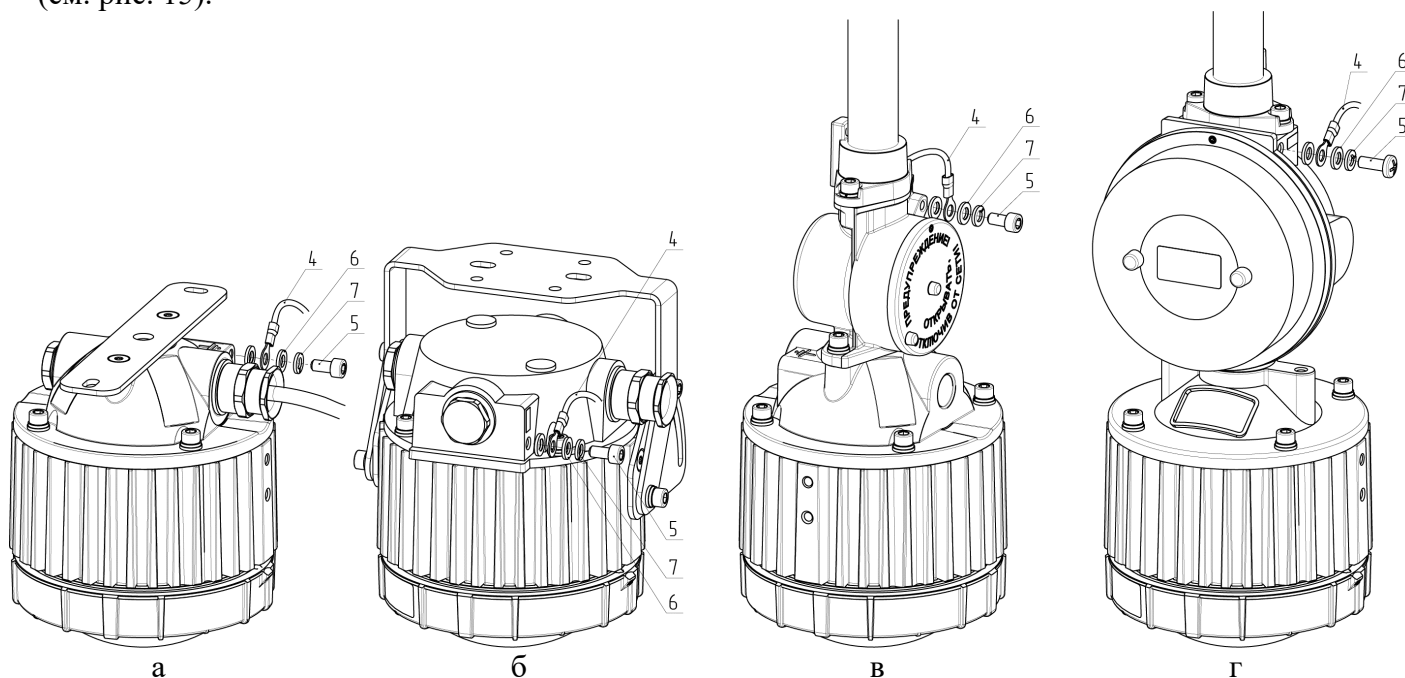

Рис. 15 – Расположение кабеля заземления для различных типов крепления/монтажа:
4.1.3 – Отсоединить внешний провод заземления 4, выкрутив винт заземления 5, шайбы 6 и 7 (см. рис. 15).